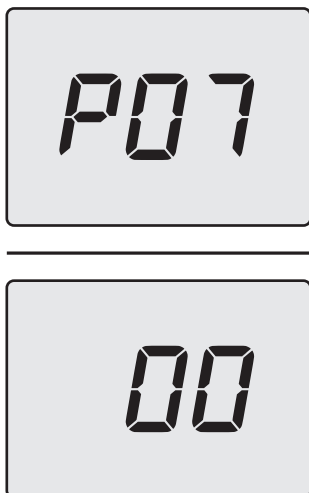

Figura 5.17
- Scorrere i vari parametri utilizzando i tasti 2 (indietro) o 4 (avanti) fino a far apparire sul display LCD le lettere **P07** che si alternano con il valore del parametro (Figura 5.17).